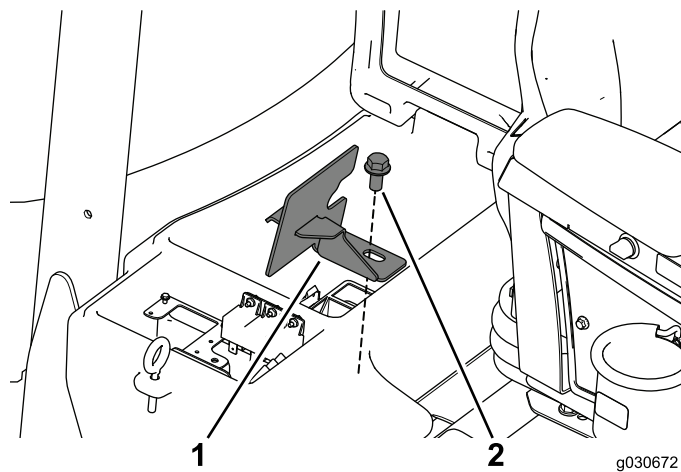

Figura 4
5. Retire y guarde el perno y la pieza de sujeción del compartimento de la batería (Figura 4).